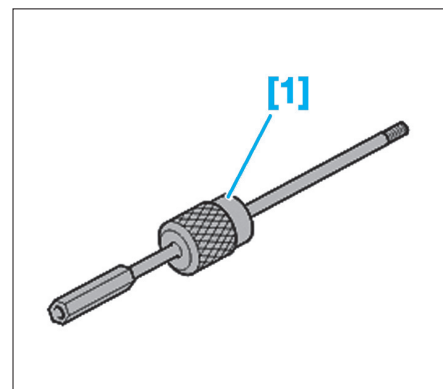

Fig. 8
- [1]. Extracteur à inertie (réf : 0316-A) (Fig.8)